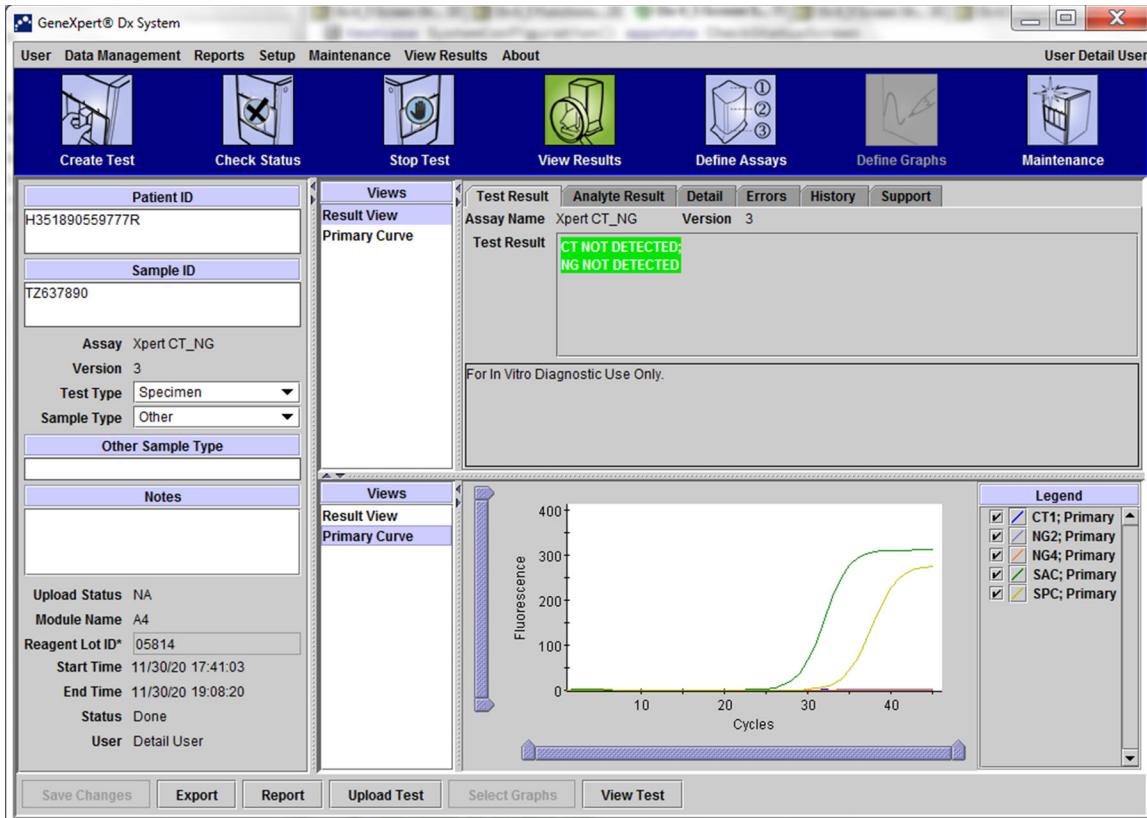

Figura 5-36. Fereastra Vizualizare rezultate GeneXpert Dx (vizualizarea Detalii și Administrator)
1. În fereastra sistemului GeneXpert Dx, faceți clic pe **Vizualizare rezultate (View Results)** pe bara de meniu. Apare fereastra Vizualizare rezultate (View Results). Consultați Figura 5-36.
Fereastra Vizualizare rezultate (View Results) afișează diferite funcții pentru diferite tipuri de utilizatori. Secțiunea 5.12.2, Vizualizare Utilizator de bază descrie fereastra Vizualizare rezultate (View Results) pentru utilizatorii De bază (Basic). Secțiunea 5.12.3, Vizualizare utilizator Detalii și Administrator descrie fereastra Vizualizare rezultate (View Results) pentru utilizatorii Detalii (Detail) și Administrator. Figura 5-36 afișează o fereastră Vizualizare rezultate (View Results) pentru utilizatorii Detalii (Detail) și pentru utilizatorii de tip Administrator (Administrator).